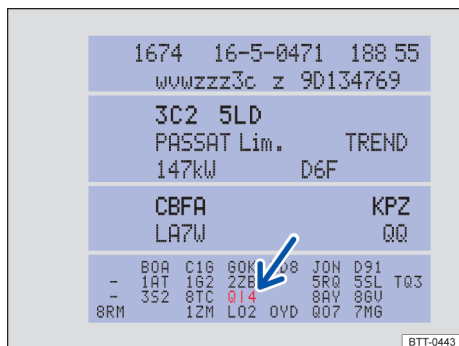

Fig. 247 Etiqueta de dados do veículo com número PR do respectivo serviço (Representação esquemática).
- No número PR da etiqueta de dados do veículo → Fig. 247 (seta) → Página 355.